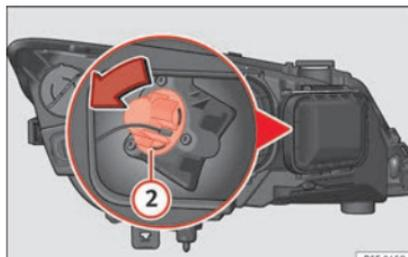

Fig. 107 Lampadina dell'indicatore di direzione.
- Ruotare il portalamпада ►► fig. 107 ② verso sinistra e tirare.